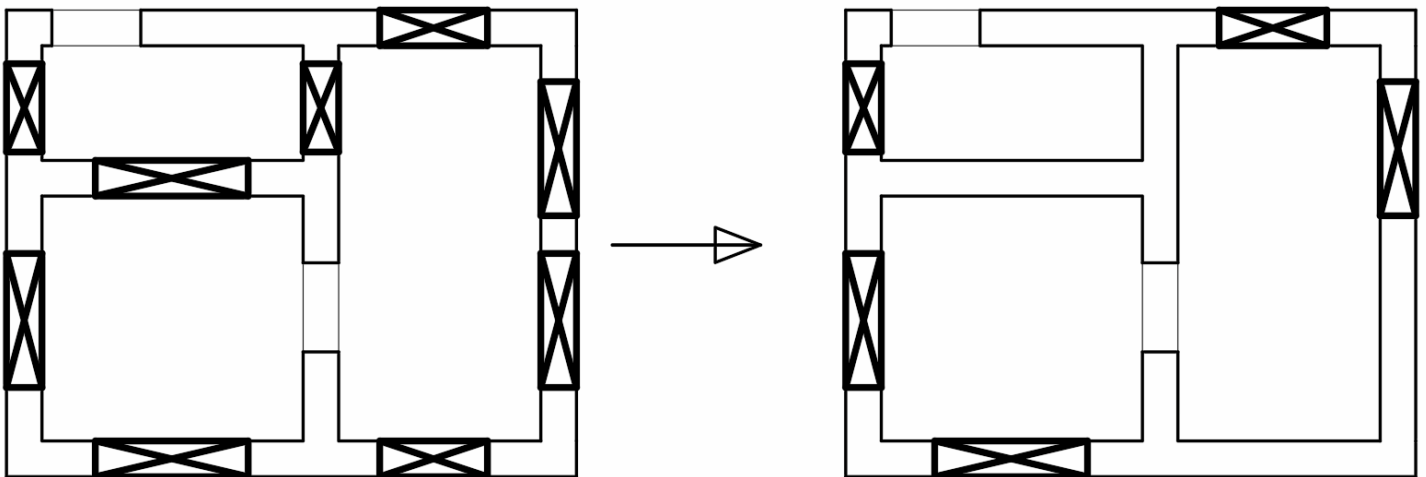

Рисунок 8
- Контролировать площадь отверстий в стенах. Если проемы пересекают в плане более 30% стен основного ядра здания, ядро начинает терять пространственную жесткость. При перерезании более 60% стен ядро перестает работать как несущий элемент (см. Рисунок 8).